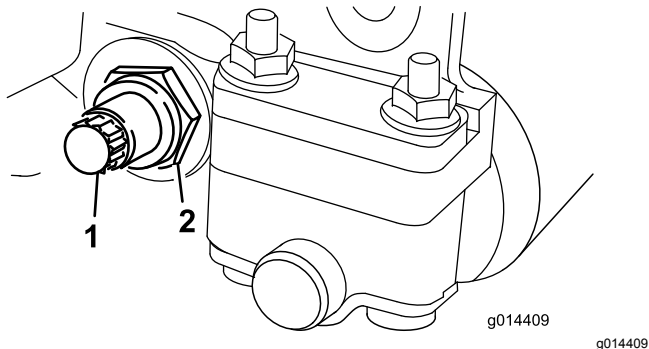

Figura 14
- Desaperte a porca de bloqueio que segura a cavilha da barra de apoio, em cada um dos lados da máquina (Figura 14).
- Remova cada um dos parafusos da barra de apoio, de modo a puxá-la e retirá-la da unidade de corte (Figura 14).